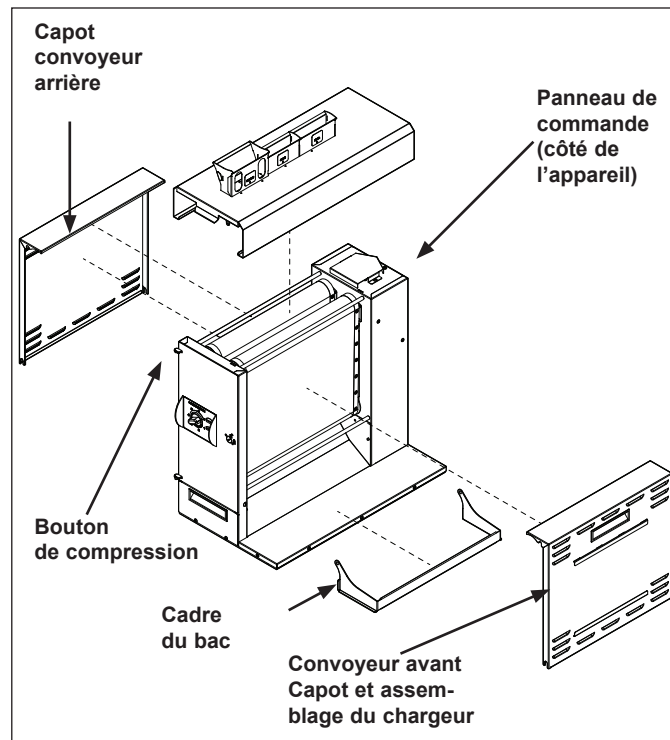

Figure 1. Composants du grille-pain HEBT-3V
- Attachez le chargeur, le cadre du bac et les accessoires du séparateur de couronnes et talons (figure 1).